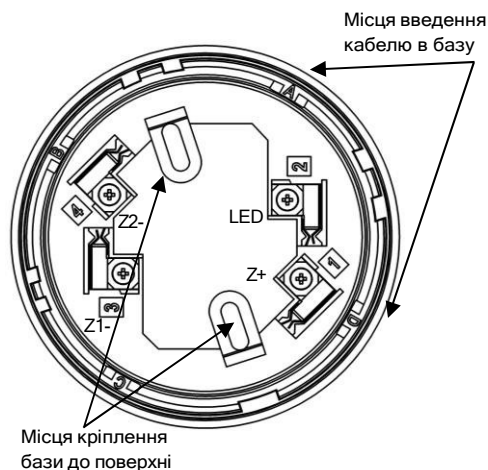
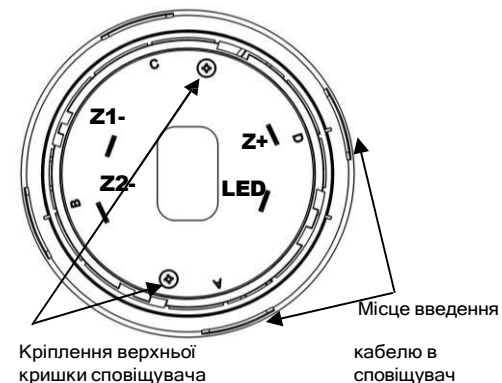

Рисунок 3.1 - Розташування клем на базі сповіщувача
Рисунок 4.1 - Вигляд сповіщувача з боку контактів
- 2) встановити базу на рівні поверхні, прикріпити шурупами або гвинтами згідно Рис. 3.1, після затягування яких база не повинна бути деформована;
4.5 Для випадків, коли кабель всередину бази заводять збоку, в самій базі та в кришці сповіщувача передбачені вікна, за потреби в яких вирізають отвори. Ці вікна промарковані літерами «**A**», «**B**», «**C**», «**D**» (Рис. 3.1, Рис. 4.1).